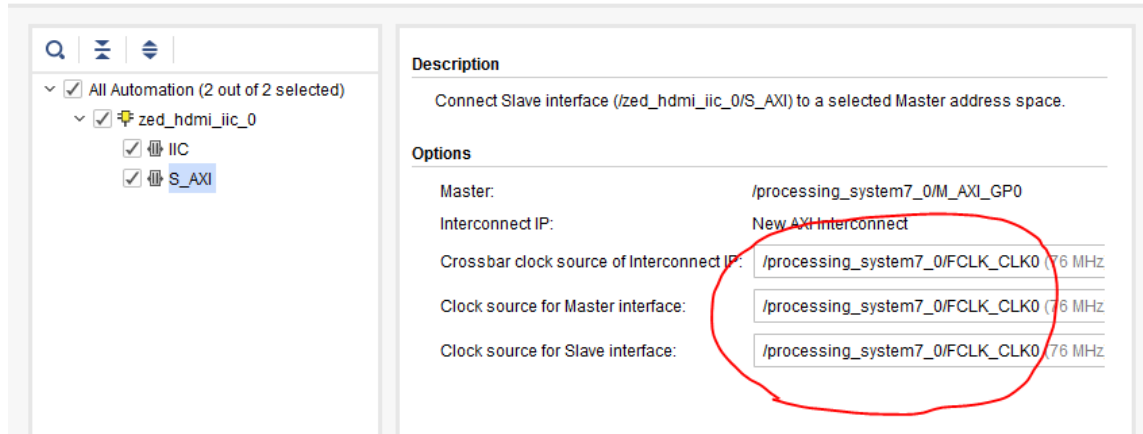

FIGURE 4 – Assignment automatisée à l'horloge FCLK_CLK0
9. Automatisez la connexion de ce bloc de manière à ce que la source des horloges soit **FCLK_CLK0** (figure 4).